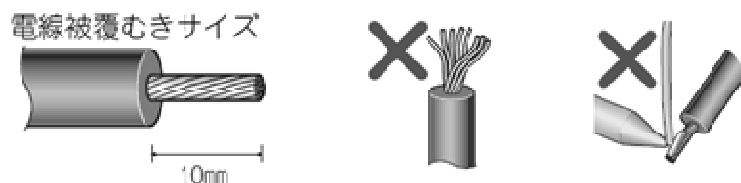

図 5-3
- ・ 次の寸法で被覆をむいてください。(図 5-3)むき長さが長すぎると隣の線と短絡の恐れがあります。短かすぎると線が抜ける恐れがあります。